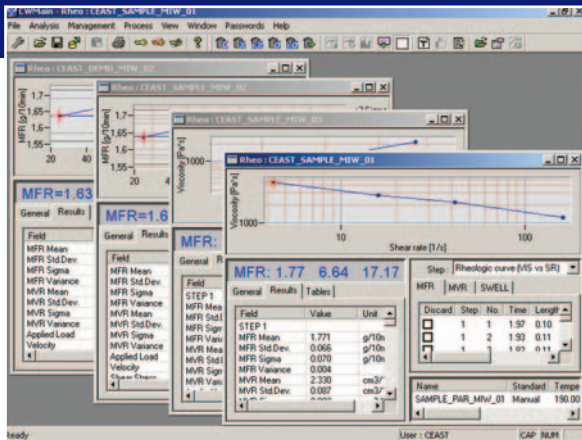

Abb. 8 Mehrgerätemanagement
- Gleichzeitige Bedienung von n Geräten in allen Funktionen; inklusive des gesamten Versuchshandlings : Parameterauswahl, Versuchsdurchführung, Echtzeitübersicht und Datenerfassung **Abb. 8**